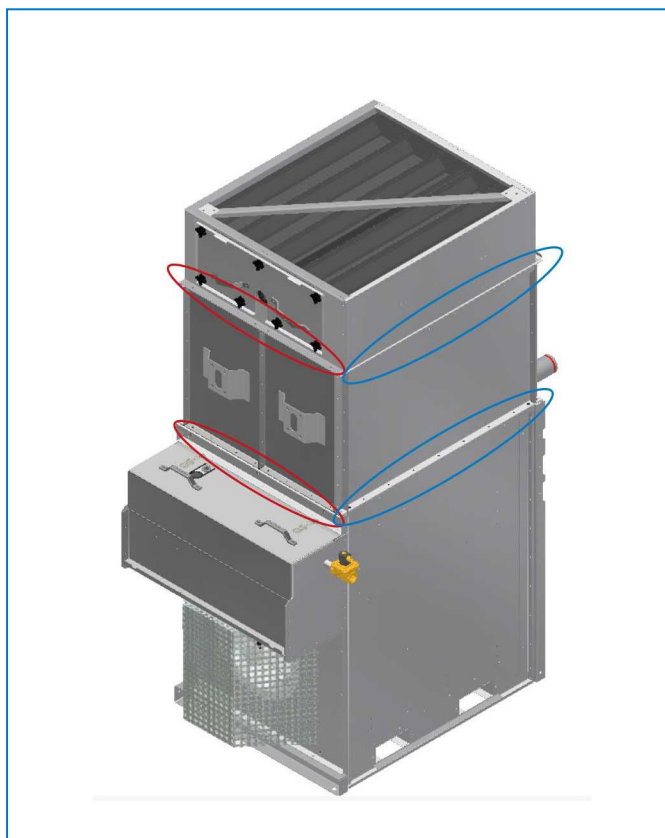

Abbildung 7 Art der Befestigungsmittel für Sprühteilanordnung
2. Entfernen Sie das Zugangsblech vom Sprühteil und bewahren Sie das Montagematerial auf. Entfernen Sie dann vorsichtig die Tropfenabscheider durch die Öffnung. Notieren Sie Ausrichtung und Ort der einzelnen Tropfenabscheider. Die Tropfenabscheider werden nach Installation des Sprührohrsystems wieder angebracht. Siehe Abbildung 7.
3. Bringen Sie Dichtband an der Oberseite des hCore®-Wärmetauscherteils an. Lassen Sie das Dichtband an den Ecken 25 mm überlappen. Das Sprühteil kann dann angehoben und mit den vom Werk mitgelieferten Befestigungsmitteln an allen vier Seiten am unteren Teil angebracht werden (siehe Abbildung 3). Der Befestigungsmitteltyp unterscheidet sich je nach Ort und Konstruktionsmaterial des Geräts. Siehe Abbildung 7 und Tabelle 3.